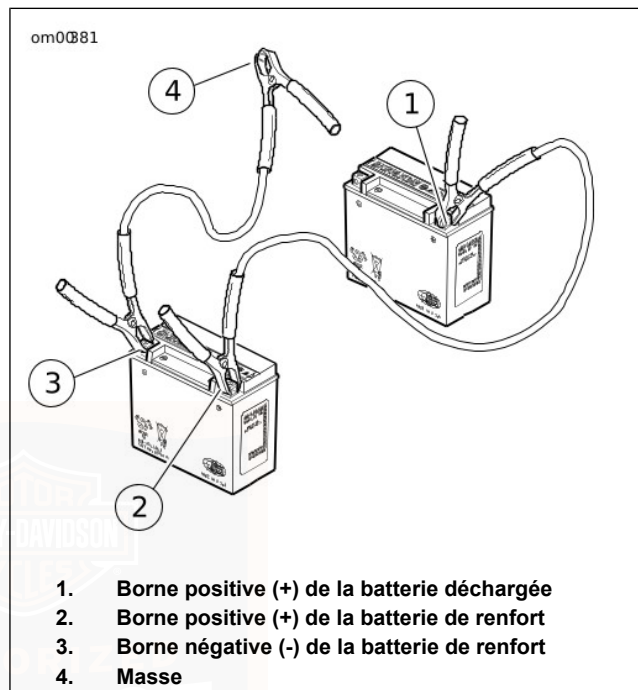

Figure 50. Connexions des câbles de démarrage
1. Voir Figure 50. Connecter une extrémité du câble de démarrage à la borne positive (+) de la batterie DÉCHARGÉE (1).
2. Connecter l'autre extrémité du même câble à la borne positive (+) de la batterie de RENFORT (2).